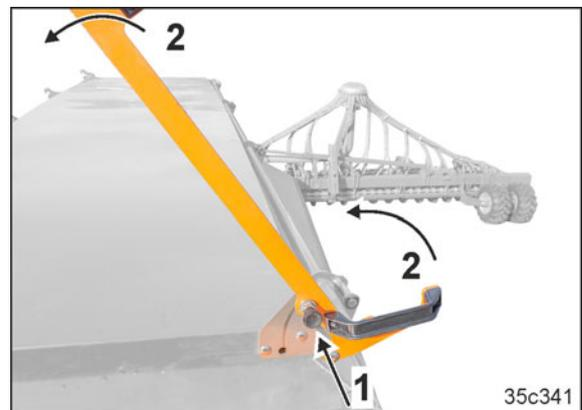

Рис. 224
3. Поверните рычаг вверх. Убедитесь, что подпружиненный палец зафиксировался (Рис. 224/1).
Две ручки (Рис. 224/2) предназначены для открывания крышки бункера.
2. Закройте крышку бункера. Рычаги (Рис. 224/2) служат для закрывания крышки бункера.